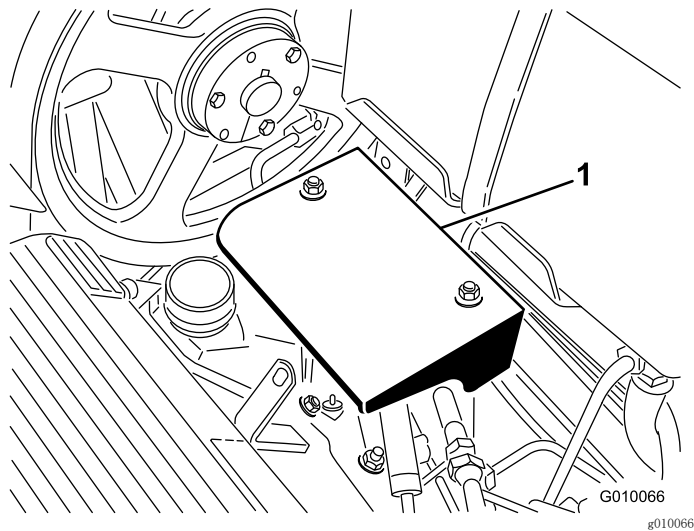

图57
3. 拆下 2 个泵护罩安装螺母，取下护罩（图57）。
3. 拆下 2 个泵护罩安装螺栓，取下护罩（图57）。